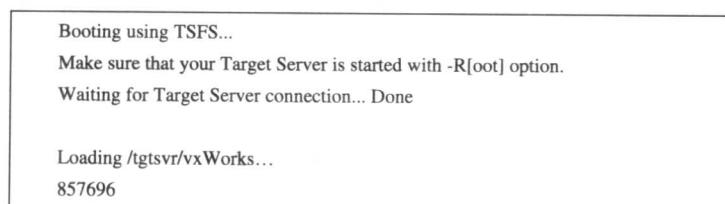

图 1-7 串口引导目标机下载过程示意图
(9) 用制作的软盘启动目标机, 并启动上面配置的 Target Server (在主机 Tornado 中)。目标机启动在自动计数结束后屏幕显示如图 1-7 所示。